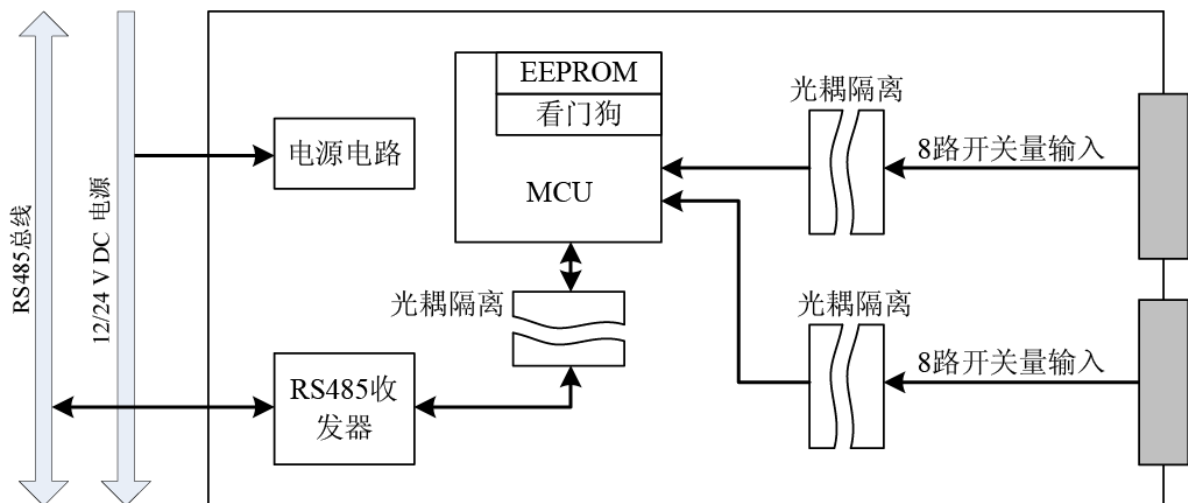

图 1.1 MR-DI16-4 原理框图
MR-DI16-4 为 RS485 型 16 通道隔离开关量输入 (DI) 模块。现场开关量输入信号与模块内部电路之间采用光耦隔离。其原理框图如图 1.1: